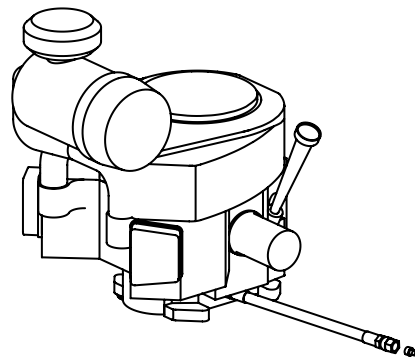

Figure 4-4
2. Repérez le boyau de vidange d'huile sur le moteur. Voir Figure 4-4.
4. Tenez l'extrémité libre du boyau de vidange d'huile au-dessus du récipient, puis dévissez le bouchon à tête carrée du boyau. Voir Figure 4-4. Vidangez l'huile du moteur dans le récipient.